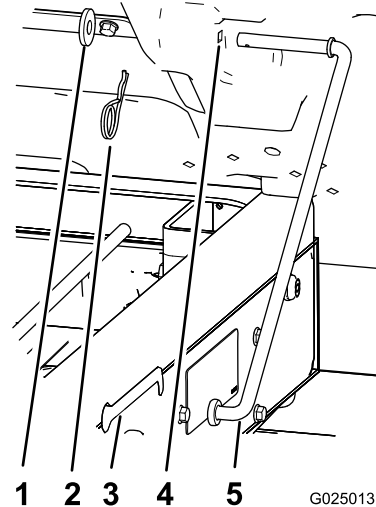

Figure 12
1. Retirez la goupille fendue et la rondelle qui fixent la béquille au bas du plateau (Figure 12).
2. Faites glisser la béquille en avant pour la déposer du support sur le cadre (Figure 12).